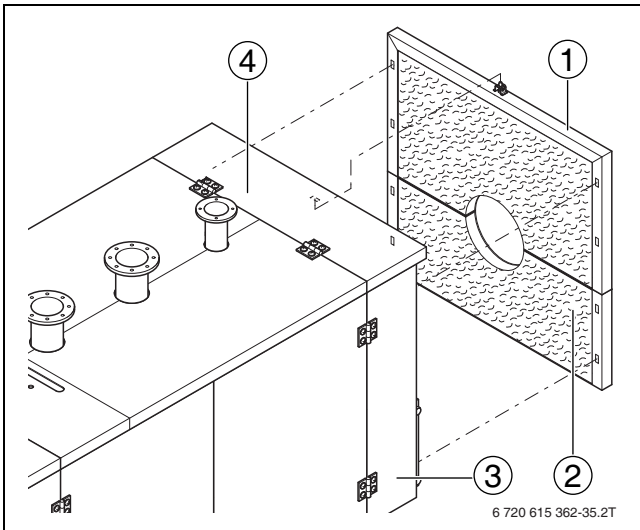

Рис. 41 Демонтаж задней стенки у котлов 120 - 1200 кВт
- Закройте боковую стенку (→ рис. 41, [3]).
- Откиньте вниз заднюю крышку (→ рис. 41, [4]).